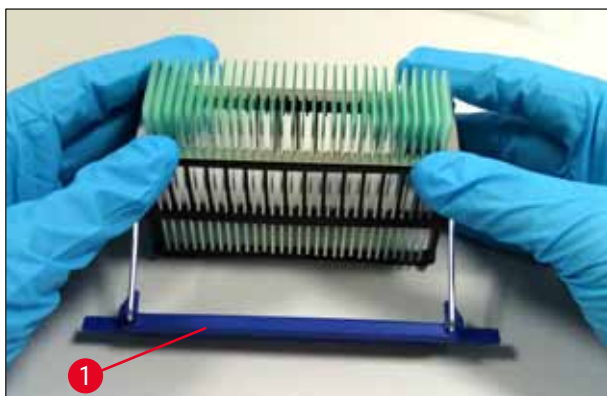

Fig. 35
3. Sistemare delicatamente il morsetto sui vetrini portaoggetto e verificare che in ciascun alloggiamento del morsetto risulti alloggiato soltanto un vetrino (→ Fig. 35).
5. Premere delicatamente il morsetto verso il basso con entrambe le mani contemporaneamente fino a farlo scattare in posizione (→ Fig. 35).